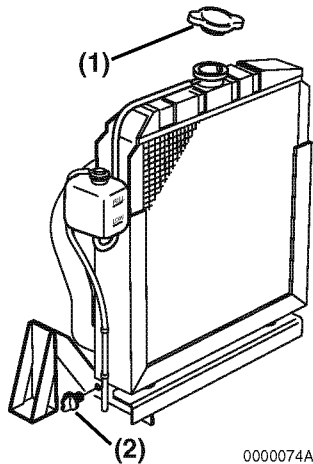

Figure 19
2. Retirez le bouchon de radiateur (**Figure 19, (1)**).
3. Retirez le bouchon de vidange ou ouvrez le robinet de vidange (**Figure 19, (2)**) dans la partie inférieure du radiateur puis vidangez le liquide de refroidissement moteur.